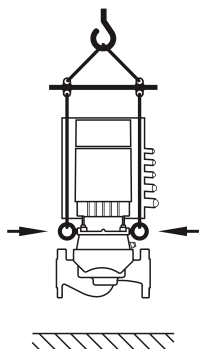

Fig.7: Trasporto della pompa
- Il trasporto della pompa deve essere eseguito mediante dispositivi di sollevamento omologati (ad es. paranchi, gru ecc.). Fissare alla flangia del motore gli appositi occhioni di trasporto (fig. 7, qui raffigurato: dispositivo di sollevamento con albero verticale del motore).